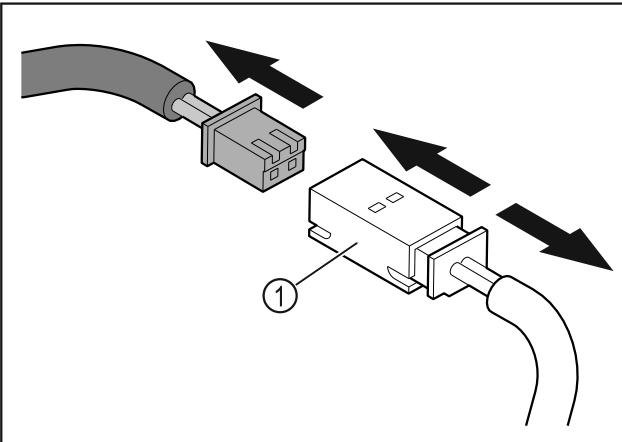

Fig. 9
► Stecker und Steckerkupplung *Fig. 9 (1)* ausstecken.